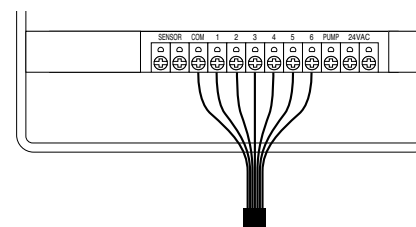

Figure 17: Connexion des fils des vannes
- Connecter le conducteur neutre à la borne désignée par COM [Voir Figure 17].